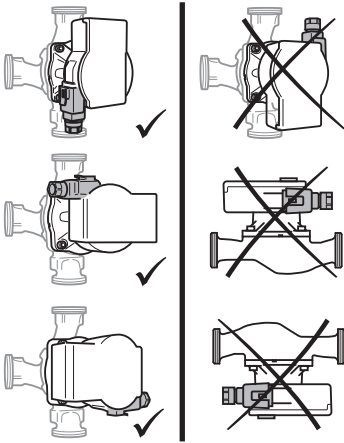

Fig. 2: Monteringsstillinger
- Velg monteringssted iht. tillatt monteringsstilling (Fig. 2).
- Ta hensyn til tillatt monteringssted (Fig. 2) for pumpen, drei ev. motorhodet (2+6).
- Ta hensyn til tillatt monteringsstilling (Fig. 2) og strømningsretningspilen på pumpehuset (1).
- Skru fast de 4 kapslingskruene (5).